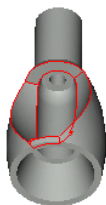
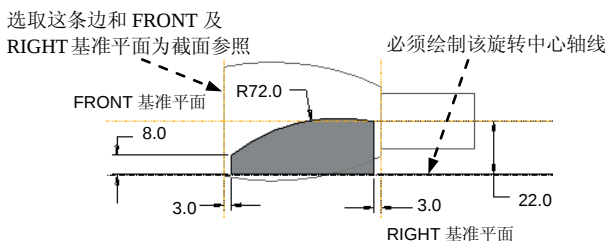

图 5.30.6 实体旋转特征 2
图 5.30.7 特征截面图形
Step4. 添加图 5.30.6 所示的特征——实体旋转特征 2。
(1) 选择下拉菜单 **插入(I)**  **旋转(R)...** 命令。
(2) 按下“去除材料”按钮 ; 设置草绘平面为 TOP 基准平面, 参照平面为 FRONT 基准平面, 方向为 **底部**; 特征的截面草图为图 5.30.7 中着色部分的轮廓线; 旋转角度类型为 , 旋转角度为 360° 。